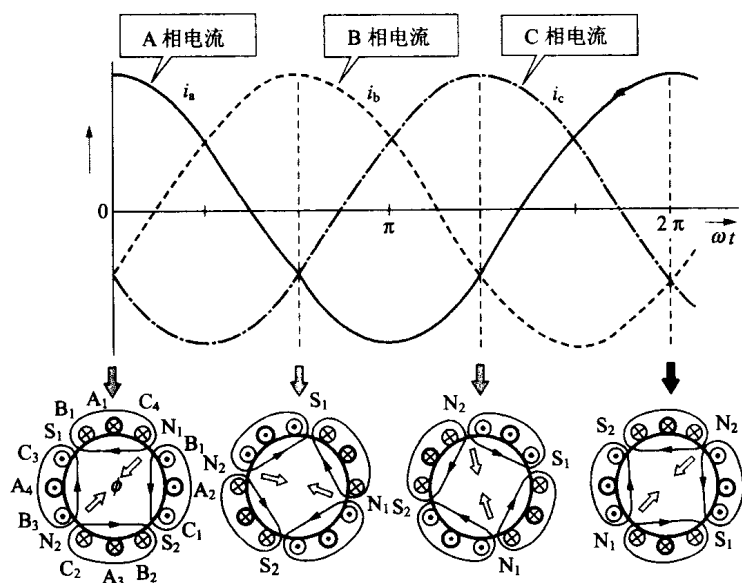

图 2 4 极旋转磁场的产生
① 在定子铁芯上缠绕线圈,若给线圈通以交流电,可产生N极与S极交替变化的交变磁场。若设法缠绕线圈使其形状与交变磁场的产生时间相一致,则可产生环绕定子铁芯的旋转磁场。图2给出了三相交流电内产生4极旋转磁场的示意图。
② 环绕定子铁芯的磁场的磁力线,通过空隙流入转子铁芯并被转子导体横切。这时在转子导体内将产生感应电动势且有感应电流流动。
③ 转子铁芯一旦有电流流动,这个电流就要受到旋转磁场的作用,转子开始旋转。
④ 定子铁芯的旋转磁场带动转子持续转动。以上过程应用的是阿拉哥盘原理。
⑤ 若在转子上加机械负载,就要增加转子电流,产生电磁感应的定子线圈的电流也要增加。